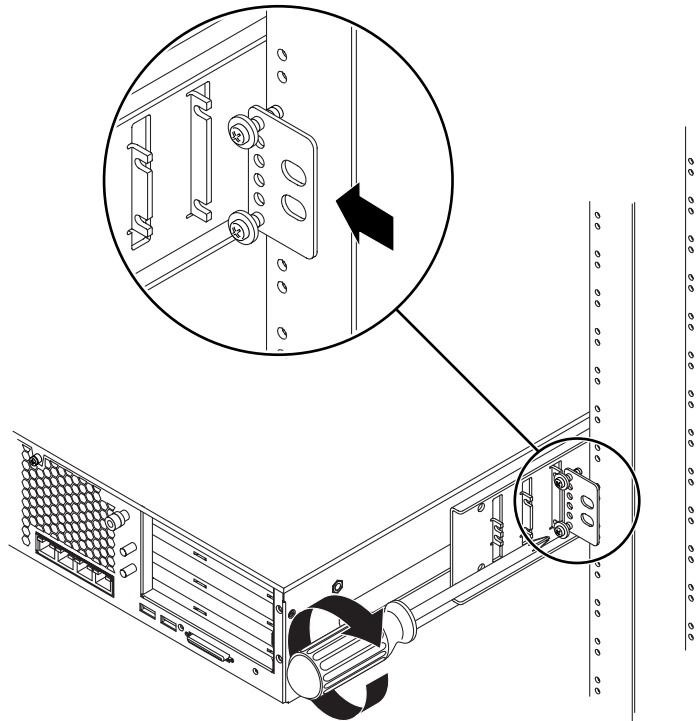

ABBILDUNG 3-34 Montieren des Rückenblechs am Seitenwinkel
- b. Schieben Sie das Rückenblech so ein, dass die Schrauben in eine der Ösen gleiten, damit die Schraubenköpfe zur Rückseite des Servers zeigen und sich die andere Seite des Rückenblechs vor der Rackstütze befindet (ABBILDUNG 3-34).
- c. Ziehen Sie die Schrauben an, um das Rückenblech an den Ösen des Seitenwinkels zu befestigen (ABBILDUNG 3-34).